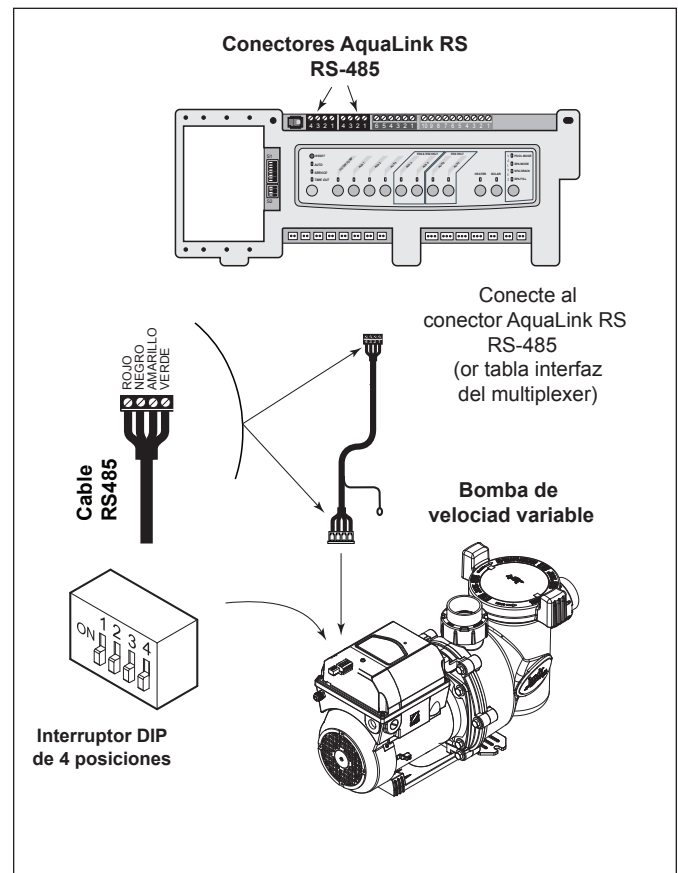

Figura 10. Cableado del controlador AquaLink RS o AquaLink PDA a la bomba VS-FHP
2. Deslice los interruptores DIP 1 y 2 abajo, quedando en la posición apagado. Véase la Figura 10.
4. Conecte el otro extremo del cable al conector RS-485 en el AquaLink RS (o tarjeta interfaz multiplexora), coincidiendo los colores de los cables con las posiciones del conector de la siguiente manera: 1-rojo, 2-negro, 3-amarillo y 4-verde. El cable blindado para la tierra no se utiliza en este extremo, cualquier parte del cable blindado que salga del cable debe ser recortarse y descartarse. Véase Figura 10.